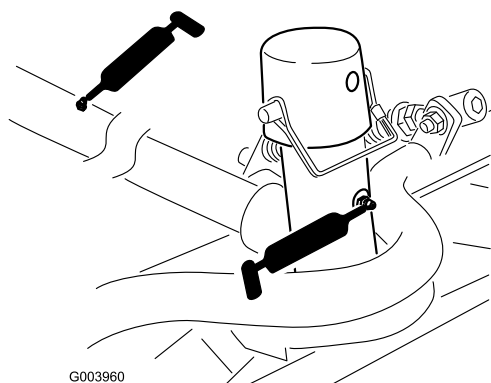

図 53
- ・ カuttingユニットのキャリア・フレームとピボット (各2) (図 53)